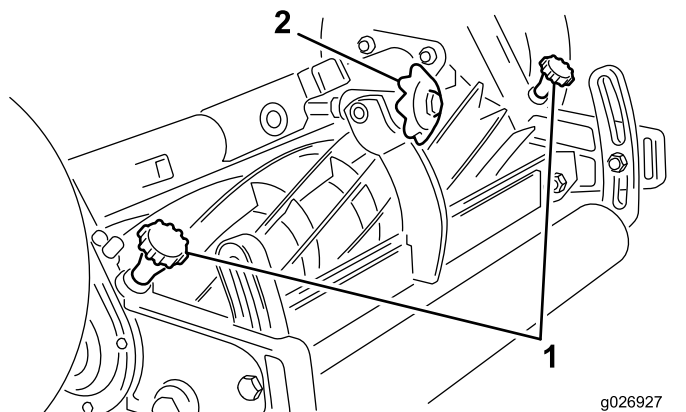

Figure 5
2. Assurez-vous que les boutons de débrayage (Figure 5) sont désengagés et que le contact contre-lame/cylindre est supprimé en tournant le bouton de réglage de la contre-lame dans le sens antihoraire.
3. Insérez une longue bande de papier journal entre la lame du cylindre et la contre-lame. Tout en faisant tourner le cylindre en arrière, tournez le bouton de réglage de la contre-lame (Figure 5) dans le sens horaire, un cran à la fois, jusqu'à ce que le papier soit légèrement pincé et soit alors coupé, ou résiste légèrement quand vous tirez dessus.